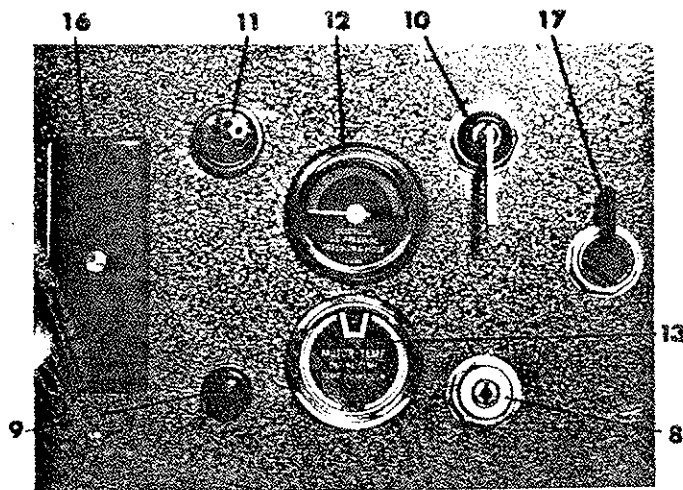

Abb.7
Erst nach Einstecken des Schaltkastenschlüssels sind über den Schaltkasten (Abb. 7, Pos. 8) alle Teile der elektrischen Anlage an die Stromzufuhr angeschlossen. Auch das Schalten der Lichtanlage erfolgt über den Schaltkastenschlüssel im Schaltkasten, und zwar: Auf Stellung 1) ist die Stromzufuhr zum Standlicht, auf Stellung 2) die Stromzufuhr zum Abblendlicht und auf Stellung 3) die Stromzufuhr zum Fernlicht eingeschaltet. Bei nichtlaufendem Motor und zum Anlassen des Motors wird der erforderliche Strom aus der eingebauten Batterie entnommen. Die einzelnen Stromkreise der elektrischen Anlage sind über entsprechende Sicherungen
abgesichert. Der Sicherungskasten (Abb. 7, Pos. 16) befindet sich im Armaturenbrett. Bei der, auf besondere Bestellung, eingebauten Beleuchtungsanlage entsprechend den Straßenverkehrsbestimmungen (StVZO), ist für die Blinkanlage der Blinklichtschalter (Abb. 7, Pos. 17) im Armaturenbrett untergebracht.
- e) Sobald der Motor läuft, muss die Ladekontrolllampe (Abb. 7, Pos. 9) erlöschen. Dadurch wird angezeigt, dass die Speisung aller elektrischen Verbraucher von der Lichtmaschine übernommen worden ist und die Batterie aufgeladen wird. Auch die Spirale des Glühüberwachers ist erloschen.
- f) Zugleich ist darauf zu achten, dass am Öldruckkontrollmanometer (Abb. 7, Pos. 12) ein Anzeigen erfolgt. Bei richtigem Motoröldruck muss im Manometer der Zeiger auf das grüne Feld zeigen. Bleibt der Zeiger jedoch auf
dem roten Feld oder fällt er auf dieses zurück, so ist die Schmierölaufuhr des Motors ausgefallen und der Motor muss sofort abgestellt werden. Die Ursache des Defektes ist zu suchen und vor erneuter Inbetriebsetzung unbedingt zu beseitigen. Eine kurzzeitige Anzeige auf dem roten Feld bei niedriger Leerlaufdrehzahl ist zulässig. Während des Betriebes ist weiter auf die Motortemperatur am Fernthermometer (Abb. 7, Pos. 13) zu achten. Bei normaler Betriebstemperatur ist im Fenster des Fernthermometers das grüne Feld zu sehen. Erscheint jedoch das rote Feld, so ist die höchst zulässige Temperatur erreicht und der Motor muss, um erhebliche Schäden zu vermeiden, wegen Überhitzung abgeschaltet werden.
- b) Abstellknopf (Abb. 8, Pos. 18) solange ziehen, bis der Motor stillsteht. Erst dann Knopf loslassen und in seine 0-Lage zurückdrücken. Ladekontrolllampe (Abb. 7, Pos. 9) leuchtet nach Stillstand des Motors wieder auf.
- c) Schaltkastenschlüssel bei eingeschaltetem Licht zuerst auf Null drehen und dann aus dem Schaltkasten (Abb. 7, Pos. 8) herausziehen, wobei Ladekontrolllampe erlischt.